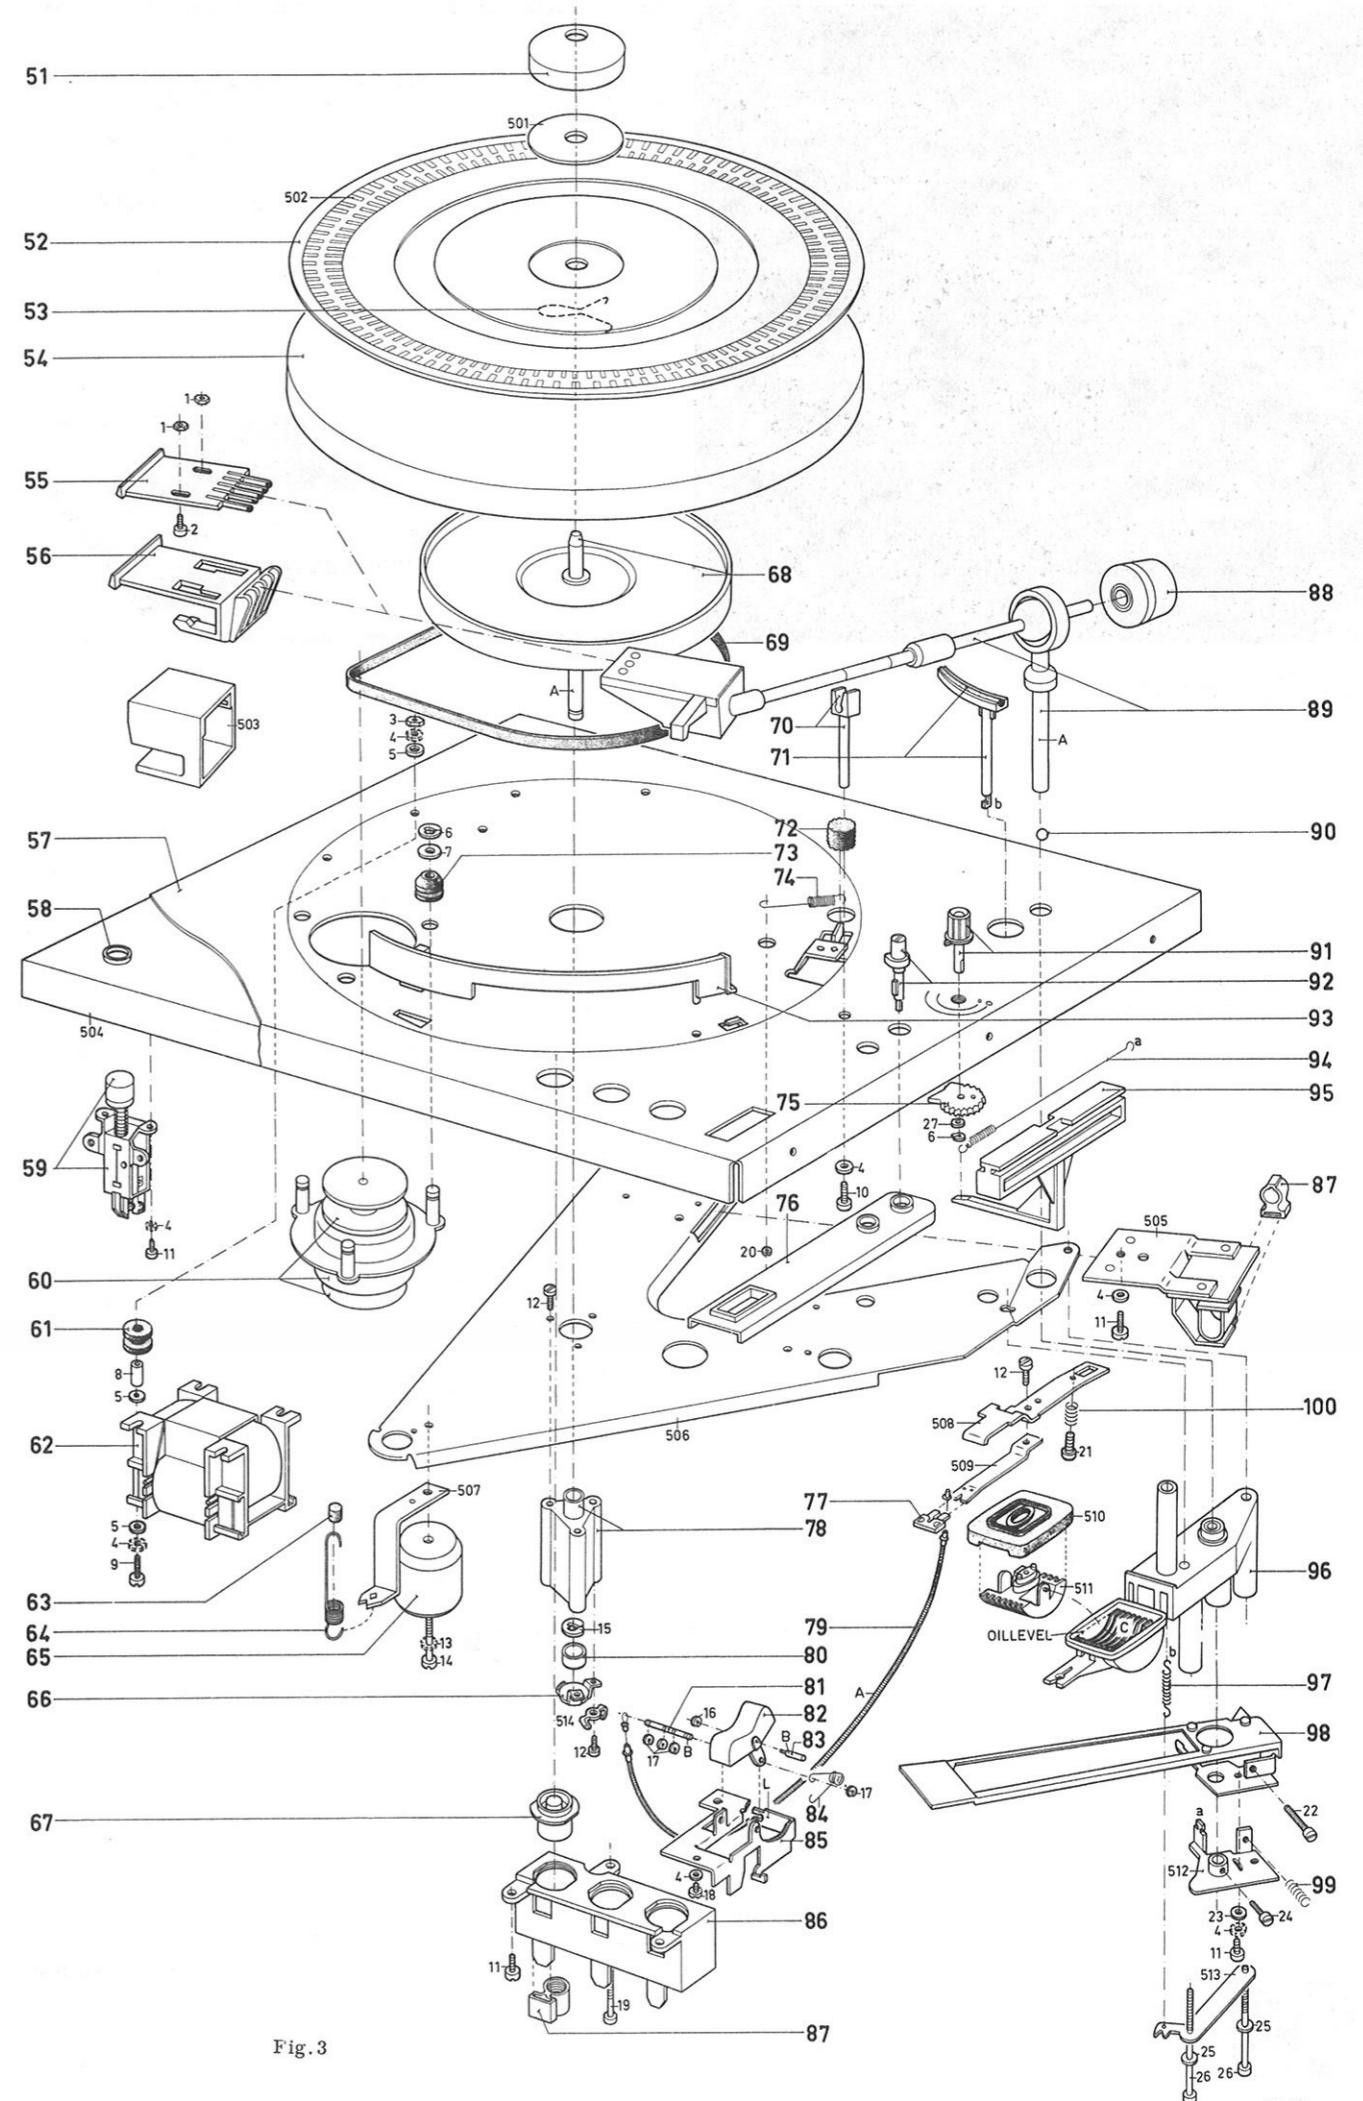

Fig. 3
2. In the playing position with the P.U. stylus on the record, the clearance between the upperside of lift 71 and the lower side of P.U. arm 89 must be about 0,5 mm. Adjust this clearance by bending tag L of bracket 85 (Fig. 3).
3. When P.U. arm 89 has been raised by lift 71, the clearance between the stylus tip of the P.U. head and the turntable mat must be 8 mm. Adjust this clearance by turning set screw 21 (Fig. 3).
2. En position de fonctionnement avec l'aiguille sur le disque, la distance entre la partie supérieure du levier 71 et la partie inférieure du bras de lecture 89 doit être d'env. 0,5 mm. Régler en recourbant la languette L de l'étrier 85 (fig. 3).
3. Lorsque le bras de lecture 89 est soulevé par le levier 71, la distance entre la pointe de l'aiguille de la tête de lecture et le tapis du plateau doit être de 8 mm. Régler en ajustant la vis de réglage 21 (fig. 3).
2. En posición de reproducción, con la aguja del tocadisco sobre el disco, la distancia entre la parte superior del ascensor 71 y la parte inferior del brazo fonocaptor 89 debe valer aproximadamente 0,5 mm. Esto puede ser ajustado doblando el labrio L de la abrazadera 85 (fig. 3).
3. Cuando el brazo fonocaptor 89 es levantado por el ascensor 71 la distancia entre la punta de la aguja de la cabeza fonocaptora y la estera de la mesa debe valer 8 mm. Esto es ajustable mediante el tornillo de ajuste 21 (fig. 3).
2. In de speelstand met de P.U. naald op de plaat moet de afstand tussen de bovenzijde van lift 71 en de onderzijde van de pick-up arm 89 ongeveer 0,5 mm bedragen. Instellen door lip L van beugel 85 te verbuigen (fig. 3).
3. Als de pick-up arm 89 door de lift 71 geheven is, moet de afstand tussen de naaldpunt van de pick-up kop en de draaitafelmat 8 mm bedragen. Instellen door instelschroef 21 te verdraaien (fig. 3).
2. Wenn der Tonkopf auf der Schallplatte liegt, soll der Abstand zwischen der Oberseite von Lift 71 und der Unterseite des Tonarms 89 ungefähr 0,5 mm betragen. Einstellen erfolgt durch Biegen der Zunge L von Bügel 85 (Abb. 3).
3. In angehobener Stellung des Tonarms 89 durch Lift 71 muss der Abstand zwischen Tonkopfnadel und der Plattentellerauflage 8 mm betragen. Einstellen erfolgt durch Justieren der Stellschraube 21 (Abb. 3).
LUBRICATING INSTRUCTION (Fig. 3)
SMEERVOORSCHRIFT (Fig. 3)
INSTRUCTIONS DE LUBRIFICATION (Fig. 3)
SCHMIERVORSCHRIFT (Abb. 3)
INSTRUCCIONES DE ENGRASE (Fig. 3)